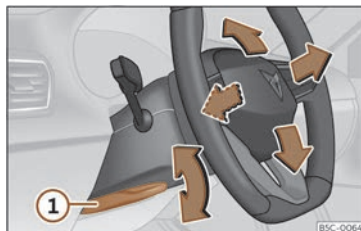

Fig. 94 Panca na parte inferior do lado esquerdo da columna de dirección.
- Tire da panca >>> **fig. 94 1** cara abaixo, mova o volante á posición desexada e suba a panca de novo ata o punto de peche.
- Tras axustar a columna da dirección, empurre firmemente a panca >>> **fig. 94 1** cara arriba para que o volante non cambie de posición accidentalmente durante a marcha.